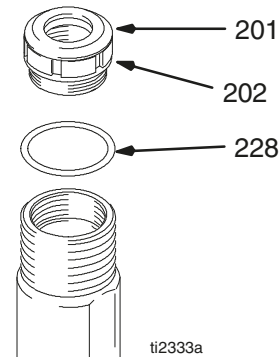

Abb. 13
Abb. 13. Dichtung (201) in die Packungsmutter (202) einbauen. Distanzstück (228) zur Halseinstellung auf der Packungsmutter installieren. Packungsmutter locker in den Zylinder einbauen.